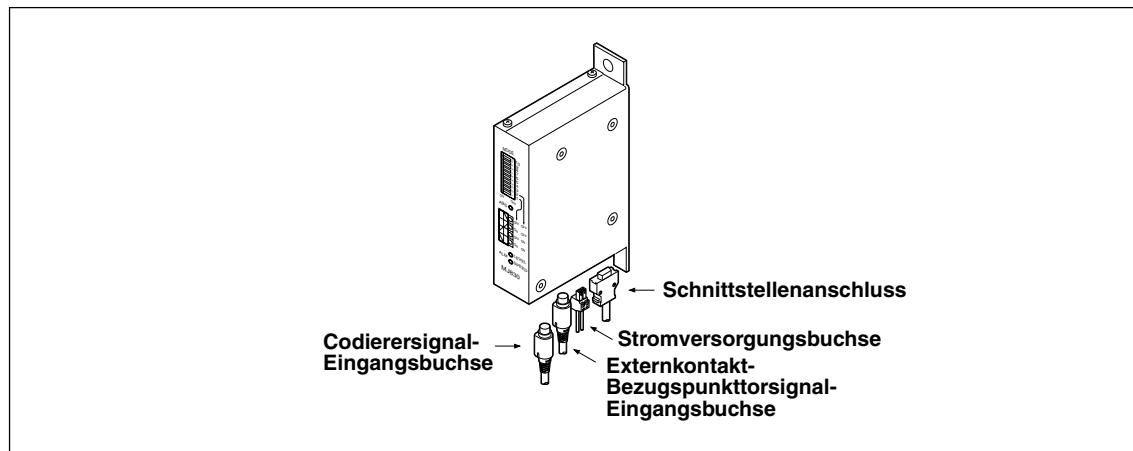

Abb. 3-1
Die Versorgungsspannung ist dem in Abb. 3-1 gezeigten Schnittstellen-Anschluss und dem Stromversorgungsanschluss gemäß den folgenden Spezifikationen zuzuführen.
Um die Codierersignal-Eingangsbuchse, den Externkontakt-Bezugspunkttorsignal-Eingangsstecker und den Schnittstellenstecker an den Interpolator anzuschließen, führen Sie die Stecker an den in Abb. 3-1 gezeigten Stellen ein, bis sie mit einem Klicken einrasten.
- Führen Sie die Stecker korrekt an den vorgesehenen Stellen ein (siehe Abb. 3-1). Die Stecker können beschädigt werden, falls sie an einer falschen Stelle eingeführt werden.